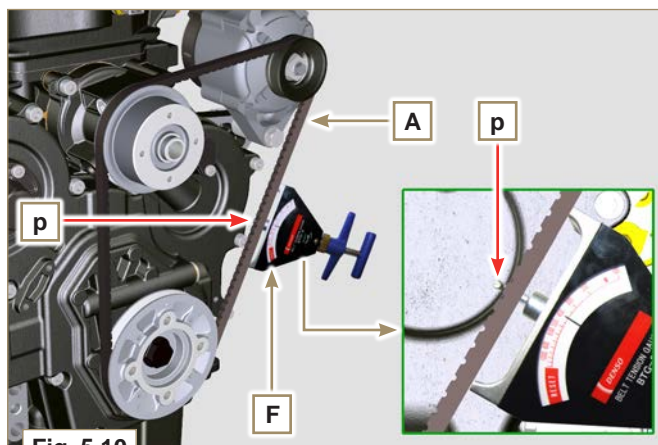

Fig. 5.10
- 5 - Compruebe que en el punto **p** el valor de tensión se encuentre entre **70 y 75 Hz** para correa de 9 mm de espesor y entre **80 y 85 Hz** para correa de 17 mm de espesor (**Fig. 5.10**) (**H**) con la herramienta adecuada.